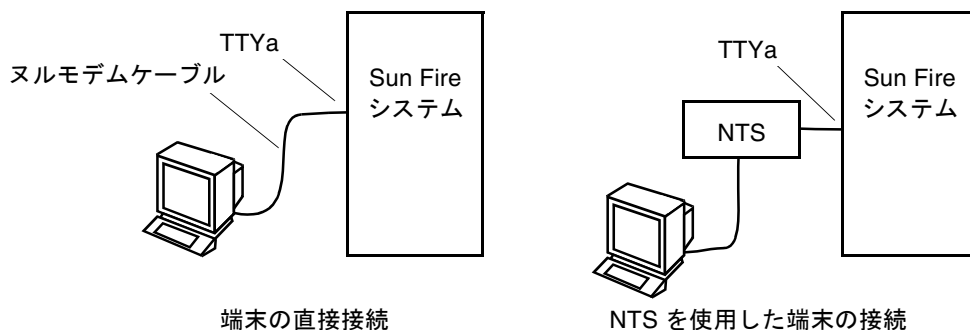

図 2-12 シリアルケーブルの接続
システム初期設定では、ASCII 端末が必要です。ASCII 端末は、ヌルモデムケーブルまたはネットワーク端末サーバー (NTS) を使用して、パッチパネルの基本 TTYa シリアルポートに接続されている必要があります (図 2-12)。
2. シリアルケーブルのもう一方の端を、選択した ASCII 端末または NTS サーバーに接続します (図 2-12)。